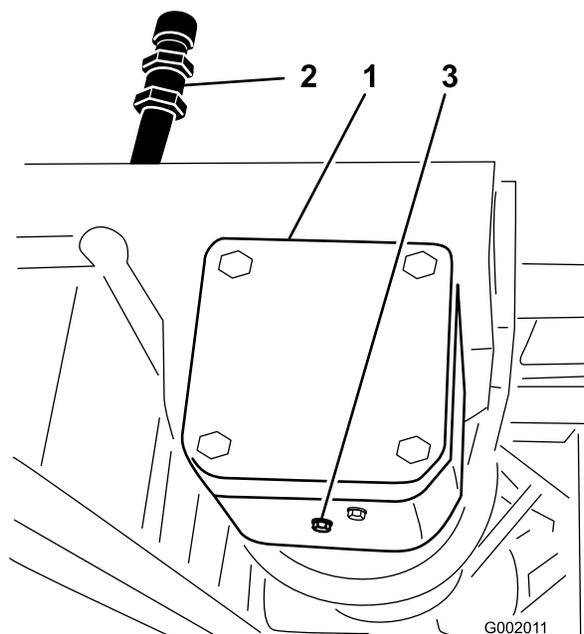

図 67
2. ドレン・プラグの下にオイルを受ける容器をおく(図 67)。
3. 補給口プラグとドレン・プラグを取り(図 67)、排出されるオイルを容器で回収する。